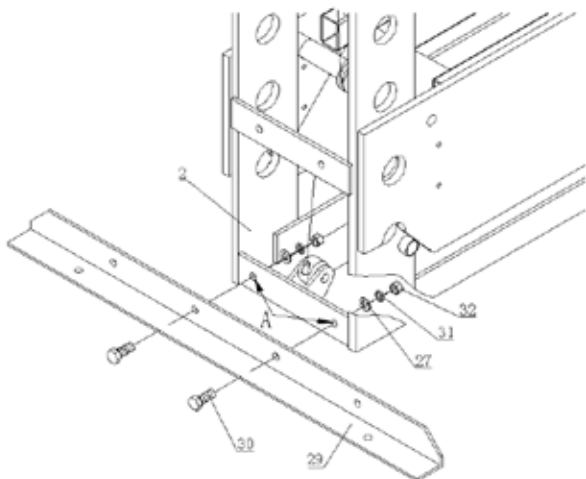

Figure 1
Démonter le boulon à tête hexagonale M12\*30 (30), la rondelle  $\varnothing 12$  (27), la rondelle à ressort  $\varnothing 12$  (31) et le boulon à tête hexagonale M12 (32) de la pièce A sur la carcasse de la presse. Assembler ensuite le socle à la carcasse avec les pièces énumérées ci-dessus. (Se reporter à la Figure 1.)